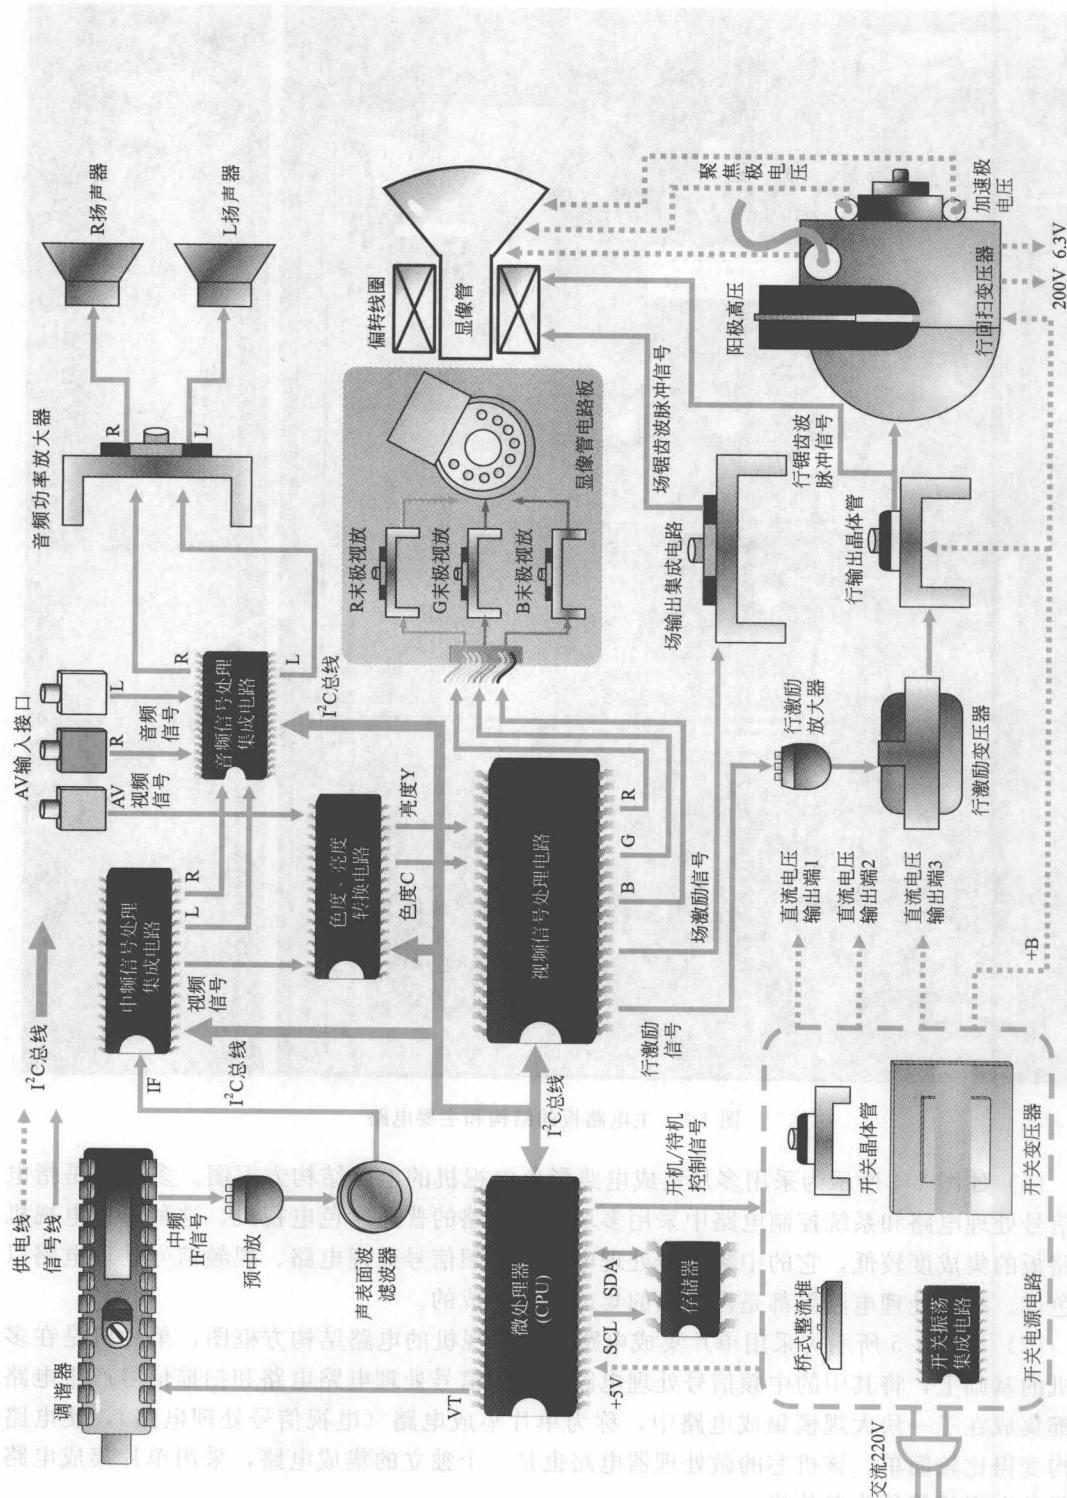

图 1-4 采用多片集成电路彩色电视机的电路结构方框图
(1) 如图 1-4 所示为采用多片集成电路彩色电视机的电路结构方框图。多片机是指电视信号处理电路和系统控制电路中采用多块集成电路的普通彩色电视机，这种彩色电视机电路板的集成度较低，它的中频信号处理电路、音频信号处理电路、视频信号处理电路以及色度、亮度处理电路等都是由单独的集成电路构成的。